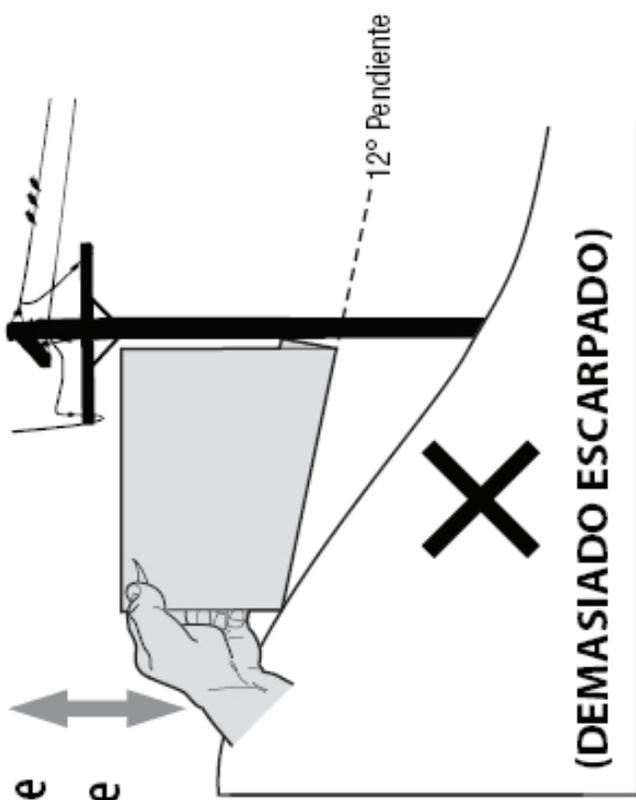
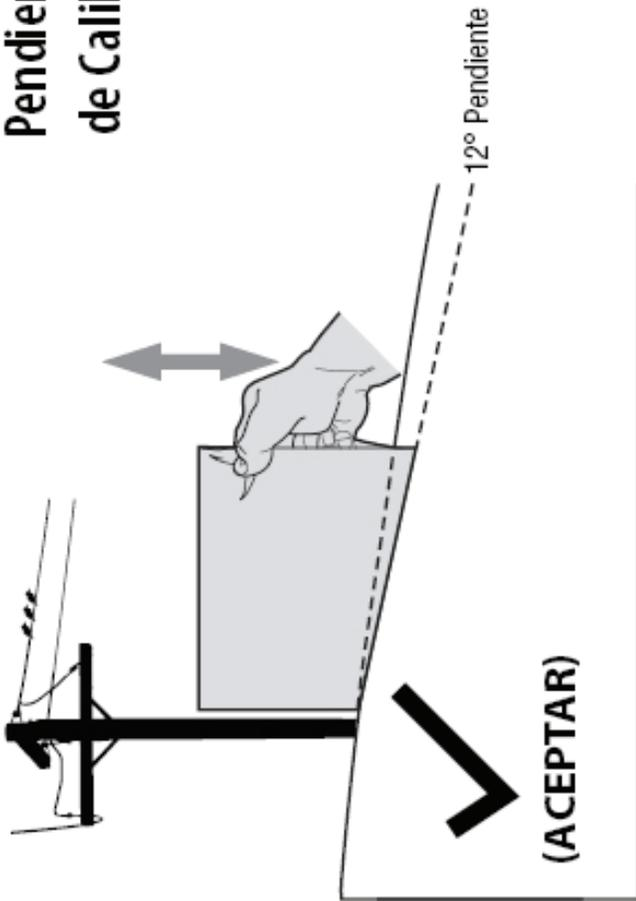

Figura 2
Figura 1
3. Alinee cada lado de pendiente de calibre con el objeto vertical (consultar Figura 1 and Figura 2).
4. Ajuste el pendiente de calibre arriba o hacia abajo hasta los toques e squina izquierda el pendiente (consultar Figura 1 and Figura 2).
5. Si hay un espacio por debajo de la pendiente de calibre, el pendiente es demasiado escarpa por operación segura (consultar Figura 2 above).